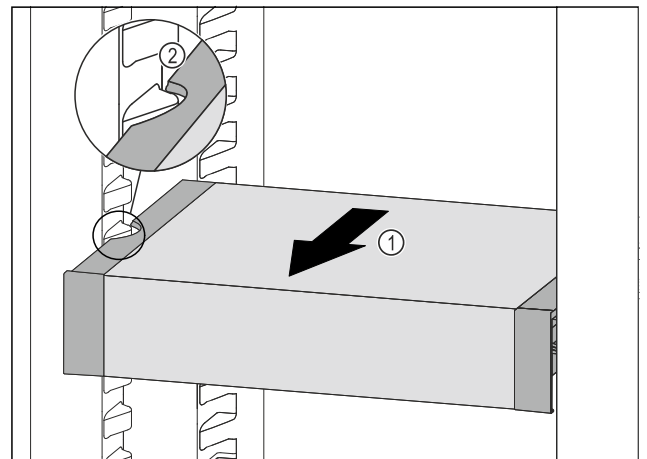

Fig. 96
- ▶ VarioSafe naar voren trekken Fig. 96 (1), tot de uitsparingen aan de zijkant van de VarioSafe zich ter hoogte van de rib in het koelgedeelte bevinden. Fig. 96 (2)